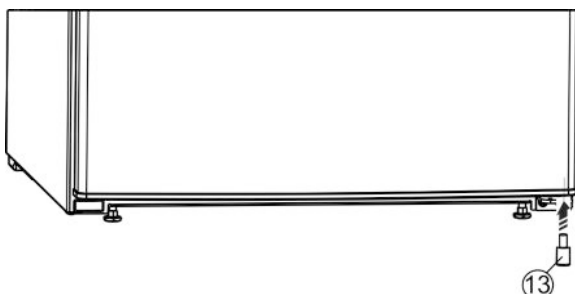

Fig. 7
- Das Distanční vložku Fig. 7 (13) opět vsadte vpravo dole do dveří; je důležitá pro stabilitu přístroje.